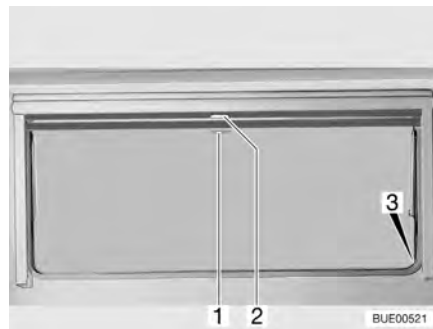

Fig. 58 Ventana abatible
- Tirar del asidero (Fig. 58,2) de la persiana oscurecedora enrollable hacia abajo. Cuando la persiana oscurecedora enrollable se cierre por completo, encajarla en el bloqueo (Fig. 58,3) a ambos lados del marco de la ventana.
- Cuando la persiana oscurecedora enrollable está completamente cerrada: Presionar el tirador (Fig. 58,2) hacia abajo y tirarlo ligeramente hacia dentro. Desenganchar la persiana oscurecedora enrollable de los bloques a izquierda y derecha del marco de la ventana.
- Cuando la persiana oscurecedora enrollable se encuentre en una posición intermedia: Tirar ligeramente del asidero (Fig. 58,2) hacia abajo, hasta que se hay soltado el bloqueo.
- Tirar hacia abajo de la mosquitera enrollable (Fig. 58,1) y engancharla en el bloqueo (Fig. 58,3) a ambos lados del marco de la ventana.
- Presionar el tirador (Fig. 58,1) hacia abajo y tirarlo ligeramente hacia dentro. Desenganchar la mosquitera enrollable de los bloqueos a izquierda y derecha del marco de la ventana.